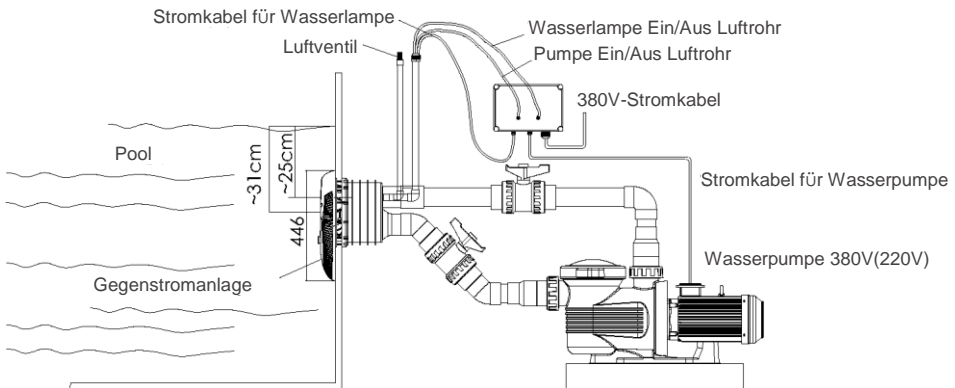

Abb. 13
- 13) Siehe Abb. 13 für den gesamten Montagevorgang.